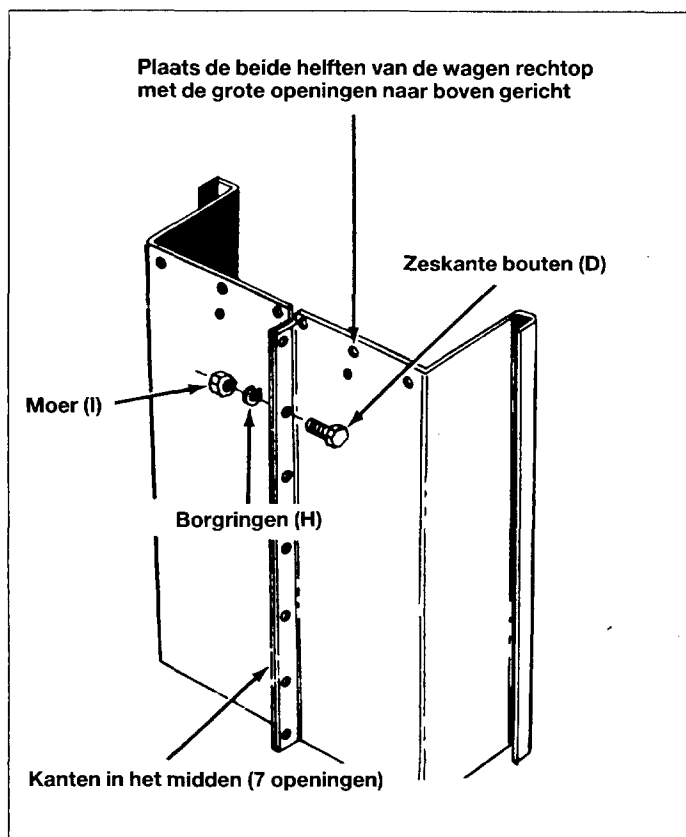

Fig. 3
3. Plaats de beide zijken van de wagen (P en R) rechtop volgens fig. 3. Opgelet: Grote openingen naar boven.
4. Monteer de bouten (D), de borgringen (H) en de moeren (I) in de opstaande randen aan de zijken van de wagen. Monteer alle 7 bouten. Deze niet aanhalen. Zie fig. 3 en onderstaande commentaar.